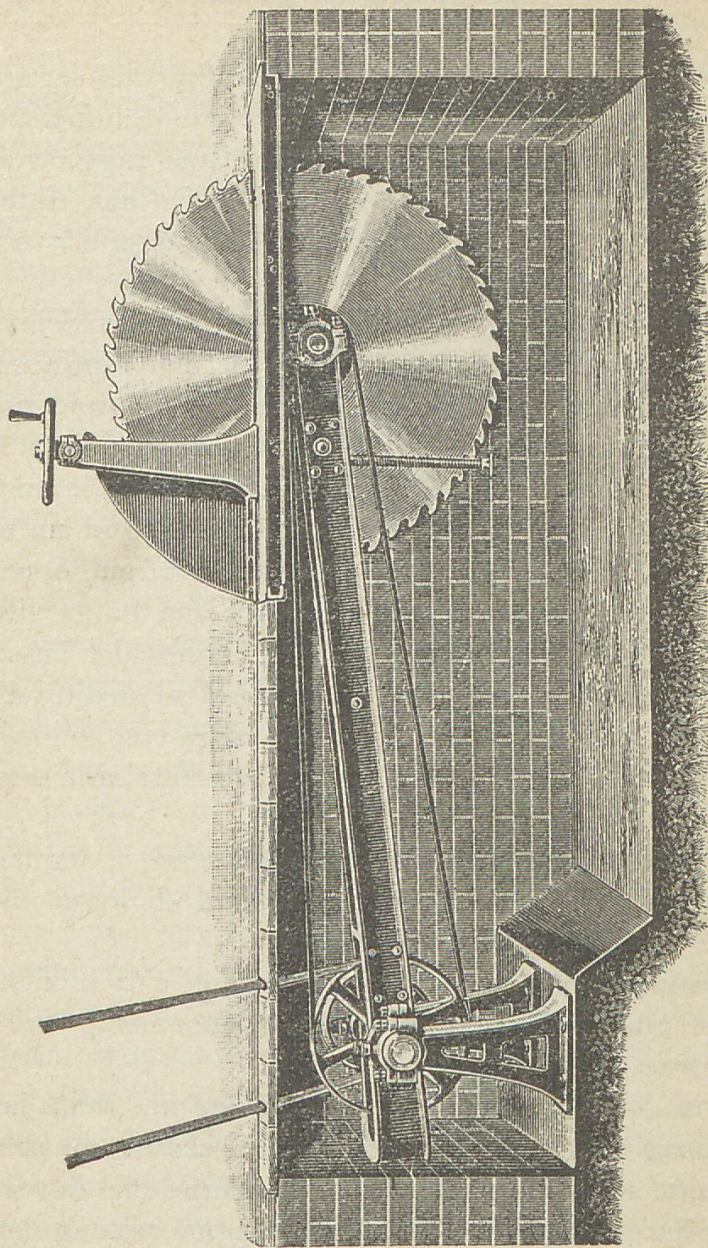

Fig. 8.
71. — Quando il tronco è stato scortecciato, viene tagliato in piccoli pezzi di una lunghezza esattamente eguale. L'operazione si compie con seghe; molto usate sono quelle a disco; nella figura seguente (fig. 8) è riprodotta una delle tante usate; il disco è nascosto sotto il banco in un telaio oscillante, del quale una estremità può essere abbassata od alzata per mezzo di una lunga vite, di guisa che la sega entra nel legno dal basso, e quando non è usata essa si trova al disotto del banco, il tronco è condotto alla sega con dei rulli o su delle rotaie ed è fissata davanti alla sega mediante due arpioni.